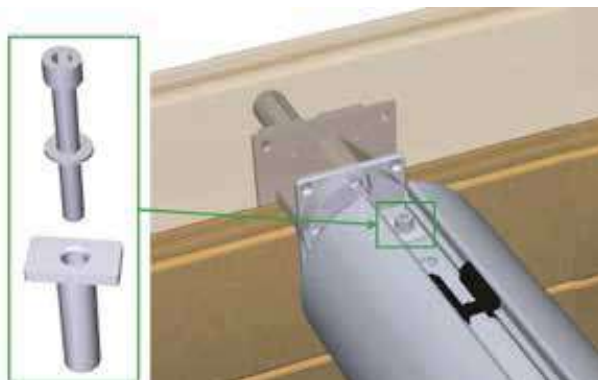

Figura 42 – Bloccaggio dell'albero nell'asse di copertura automatico
Bloccare l'albero nell'asse (**Figura 42**) con una cannula di plastica, una rondella di 8 mm di diametro e una vite a testa cilindrica a 6 lati 8 × 65 in acciaio inox A4 (fornita con l'asse di copertura automatico).
Le fasi di montaggio della trave sono illustrate nella **Figura 42**. La viteria necessaria per questo montaggio si trova nel sacchetto Y. In questa figura, la parete di legno si trova tra le parti 7 e 8, e il liner si trova tra le due guarnizioni (7) in gomma.